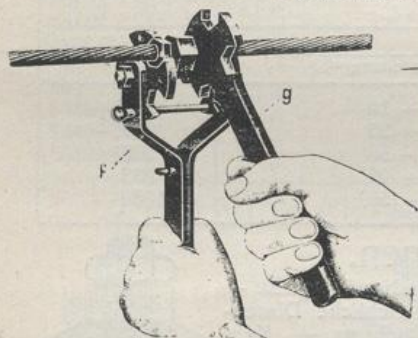

Fig. 5
4. Mittels eines Spezialschlüssels f (Fig. 5.) wird dann die Verbindung fest verschraubt, wobei durch den Schlüssel die Muttern a und e und damit die Kabelenden festgehalten werden und sich nicht verdrehen; mit dem andern Schlüssel dreht man dann die Muffe c so lange, bis diese fest sitzt (da Links- und Rechtsgewinde). Der Spezialschlüssel besitzt umstellbare Maulöffnungen, entsprechend den verschiedenen Größen der Verbinder, und sind diese Maulöffnungen auch seitlich verschiebbar, um den Muttern a und e nachfolgen zu können. Mit einem gewöhnlichen Schlüssel g wird die mittlere Muffe gedreht. In ähnlicher Weise werden auch die Konuskabelschuhe und Konusschlußbunde montiert.
siehe Fig. 5 auf vorhergehender Seite.